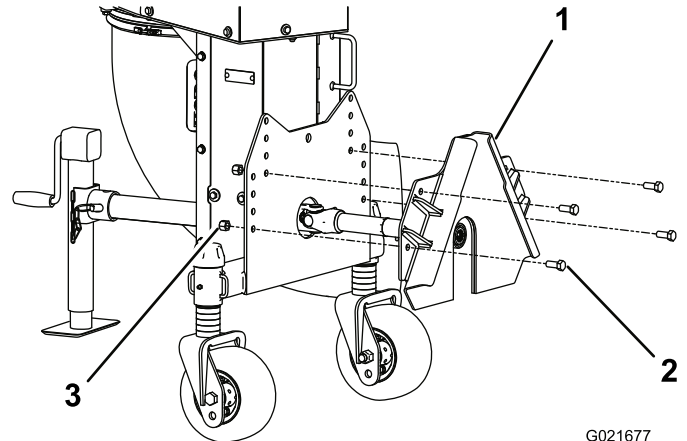

Figure 11
2. Posez la plaque de montage au cadre du souffleur de débris au moyen de 4 boulons (1/2 x 1-1/4 po) et 4 contre-écrous (1/2 po) (Figure 11). Utilisez la série inférieure de trous de chaque côté de la plaque de montage lors de la pose. Serrez les boulons à un couple de 62 à 113 Nm.